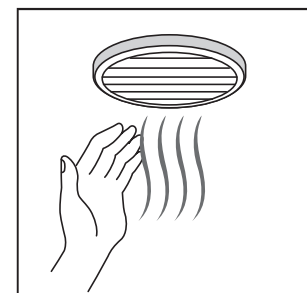

図5
- ①各排気口に手を当てて、空気が引っ張られているか確認する。(図5)
- ②ブレーカー回路がOFFになっていないか、または本体にあるメンテナンススイッチが何かの理由で切りになっていないか確認する。